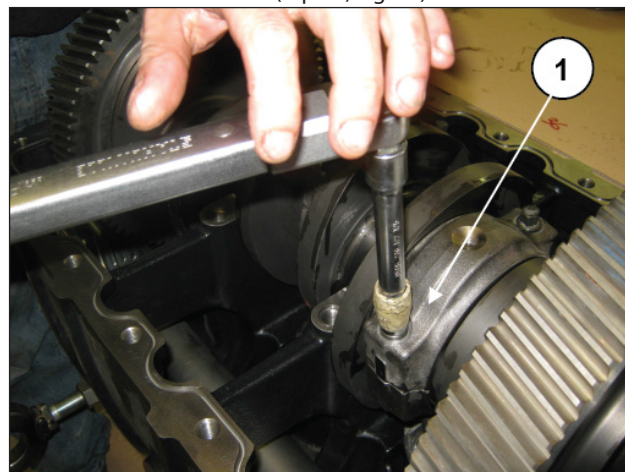

Fig. 28
Dévisser les vis de la bielle (rep. ①, Fig. 28).